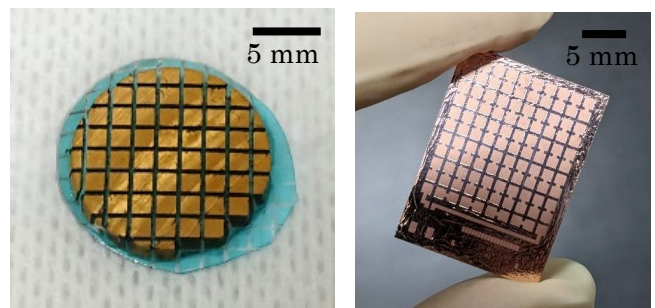

Fig.1 A thermoelectric element with a deposited back metal layer (left) and a patterned ceramic substrate by the laser drawing (right)
研究項目①については、バックメタル層としてTi(厚さ100nm)、Ni(厚さ400nm)、Au(厚さ100nm)を蒸着した熱電素子をFig.1の左図に示す。この熱電素子を銅基板にハンダ付けした結果、簡単に剥離してしまった。今後は、元素分析などを利用して剥離の原因を明らかとする予定である。研究項目②については、Fig.1の右図に示す電極付きセラミック基板に対して、熱電素子をハンダ付けした結果、銅層が無くなったため、今後は膜厚を大きくするなどの改善が必要である。